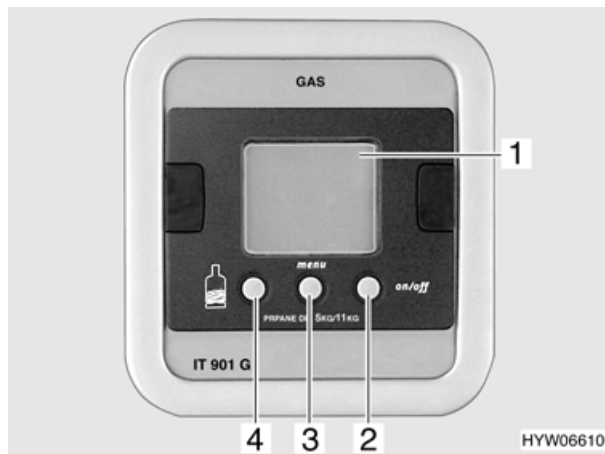

Fig. 59 Indicatore livello bombole gas
- Premere il tasto "on/off" (Fig. 59,2): l'indicatore è acceso.
- Premere il tasto (Fig. 59,4) : il contenuto della bombola del gas è espresso in kg (Fig. 59,1).
- Premere il tasto "on/off" (Fig. 59,2): l'indicatore è spento.
- ▷ Premendo il tasto "menu" (Fig. 59,3) appare l'ultima misurazione effettuata del livello del gas.
- Premere il tasto (Fig. 59,4) . Sullo sfondo dell'indicatore (Fig. 59,1) appaiono i valori della bombola precedentemente inserita.
- Per cambiare la grandezza della bombola premere il tasto (Fig. 59,4) a lungo, fino a leggere nell'indicatore la dimensione della bombola attuale.
- Premere il tasto (Fig. 59,4) fino a che nell'indicatore (Fig. 59,1) non appare la scritta "Sec".